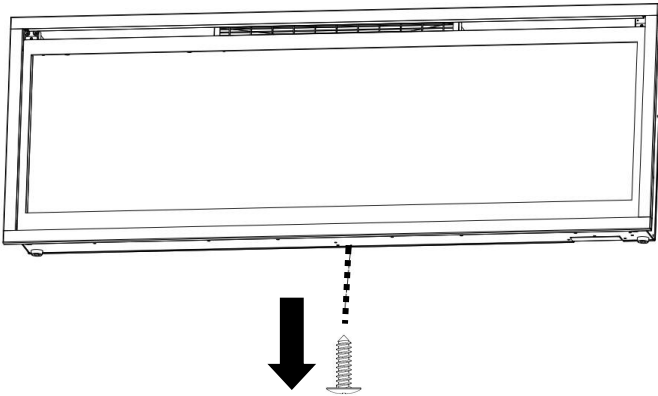

Fig 3-1
A.Retire el tornillo plateado situado en la parte inferior del aparato. (Fig 3-1). Ponga el tornillo a un lado.